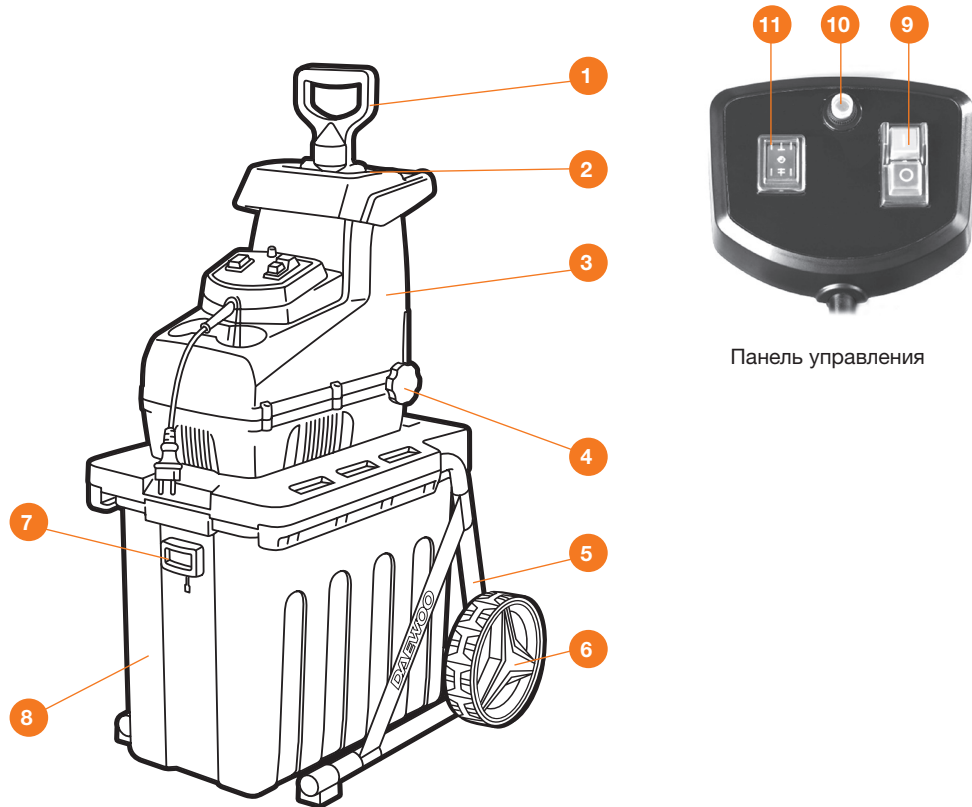

Рис. 2
- Опустите вниз фиксатор **7** (Рис. 2), задвиньте приемный бак **8** (Рис. 2) по направляющим рамы до упора, поднимите фиксатор. Для безопасности фиксатор оснащен блокировкой включения двигателя измельчителя, при неверно или не установленном баке двигатель не включается.
- Для модели **DSR 3000E** вращайте рукоятку ④ (Рис. 2) регулировки степени измельчения против часовой стрелки и установите максимальный зазор между опорной пластиной и режущим валом.